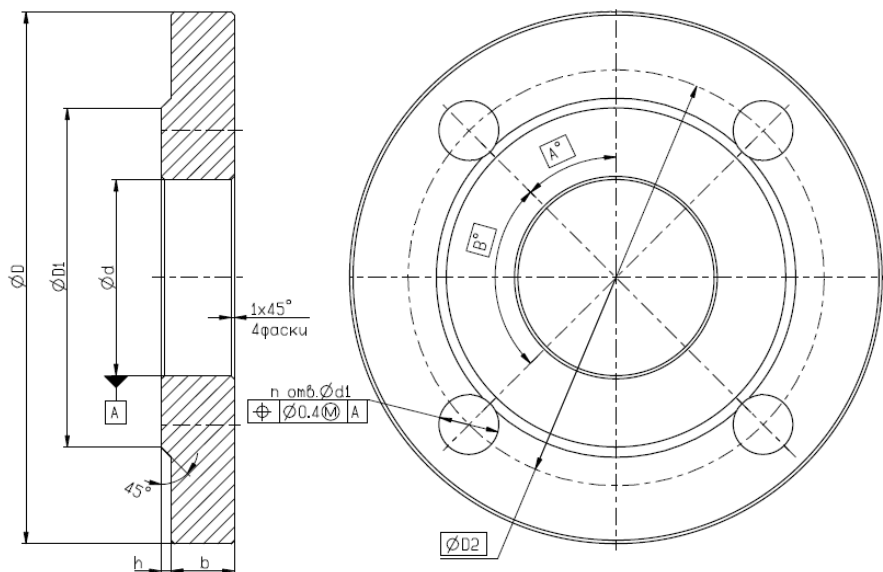

Рис. 5
4.2.8 Труба для изготовления прямолинейных участков должна соответствовать ГОСТ 8734-75, ГОСТ 8732-70 или ГОСТ 3262. Фланцы, поставляемые по заказу в комплекте с прибором с датчиками потока типа ПРП (фланцевые), соответствуют ГОСТ 33259. Размеры фланцев, поставляемых по заказу в комплекте с прибором с датчиками потока типа ПРПМ (межфланцевые), приведены на рис. 5 и в таблице 1а. Присоединительные размеры труб и фланцев для различных Ду ППР приведены в таблице 1.